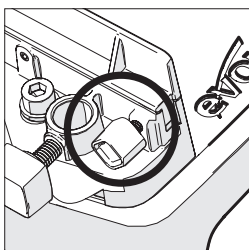

Abb. 5
- Lösen Sie die Daumenschraube. (Abb. 5)